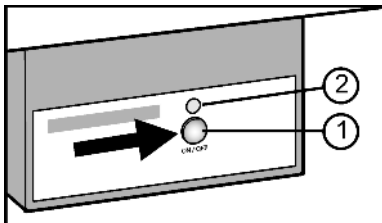

Fig. 13
- ▶ Нажмите и удерживайте кнопку On/Off Fig. 13 (1) так, чтобы светодиод Fig. 13 (2) загорелся.